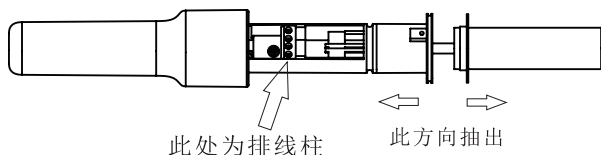

图3
线柱退松，将钢管和手柄芯沿两个方向拨开如图3所示。
4.用十字螺丝刀松开排线柱，取出发热引线和传感器引线。注意：排线柱下有标明传感线极性：KP+KP-请做好记录（如图3）。